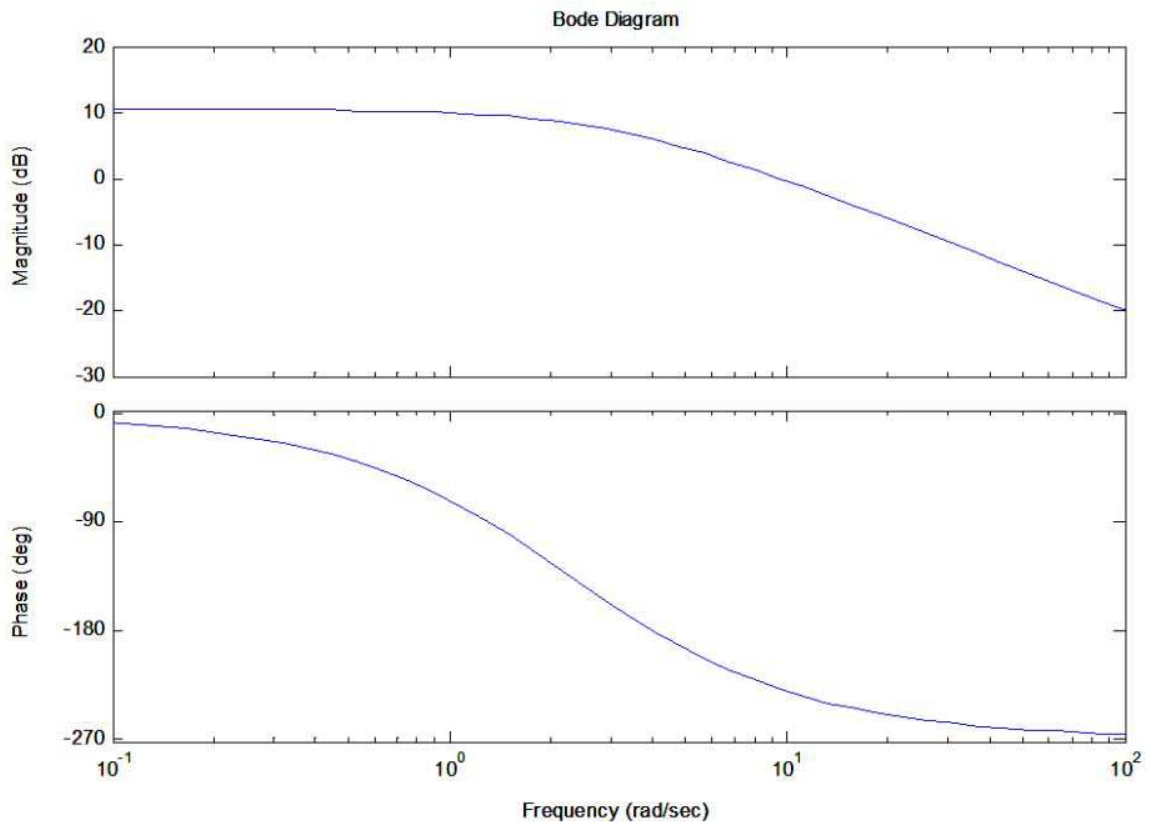

Figura 13: Diagrama de Bode do Exercício 23.
23. A partir do diagrama de Bode da Figura 13 responda:
- (b) Construa uma função de primeira ordem com tempo morto que possua o mesmo ganho, K_u e P_u que o sistema mostrado na Figura 13.